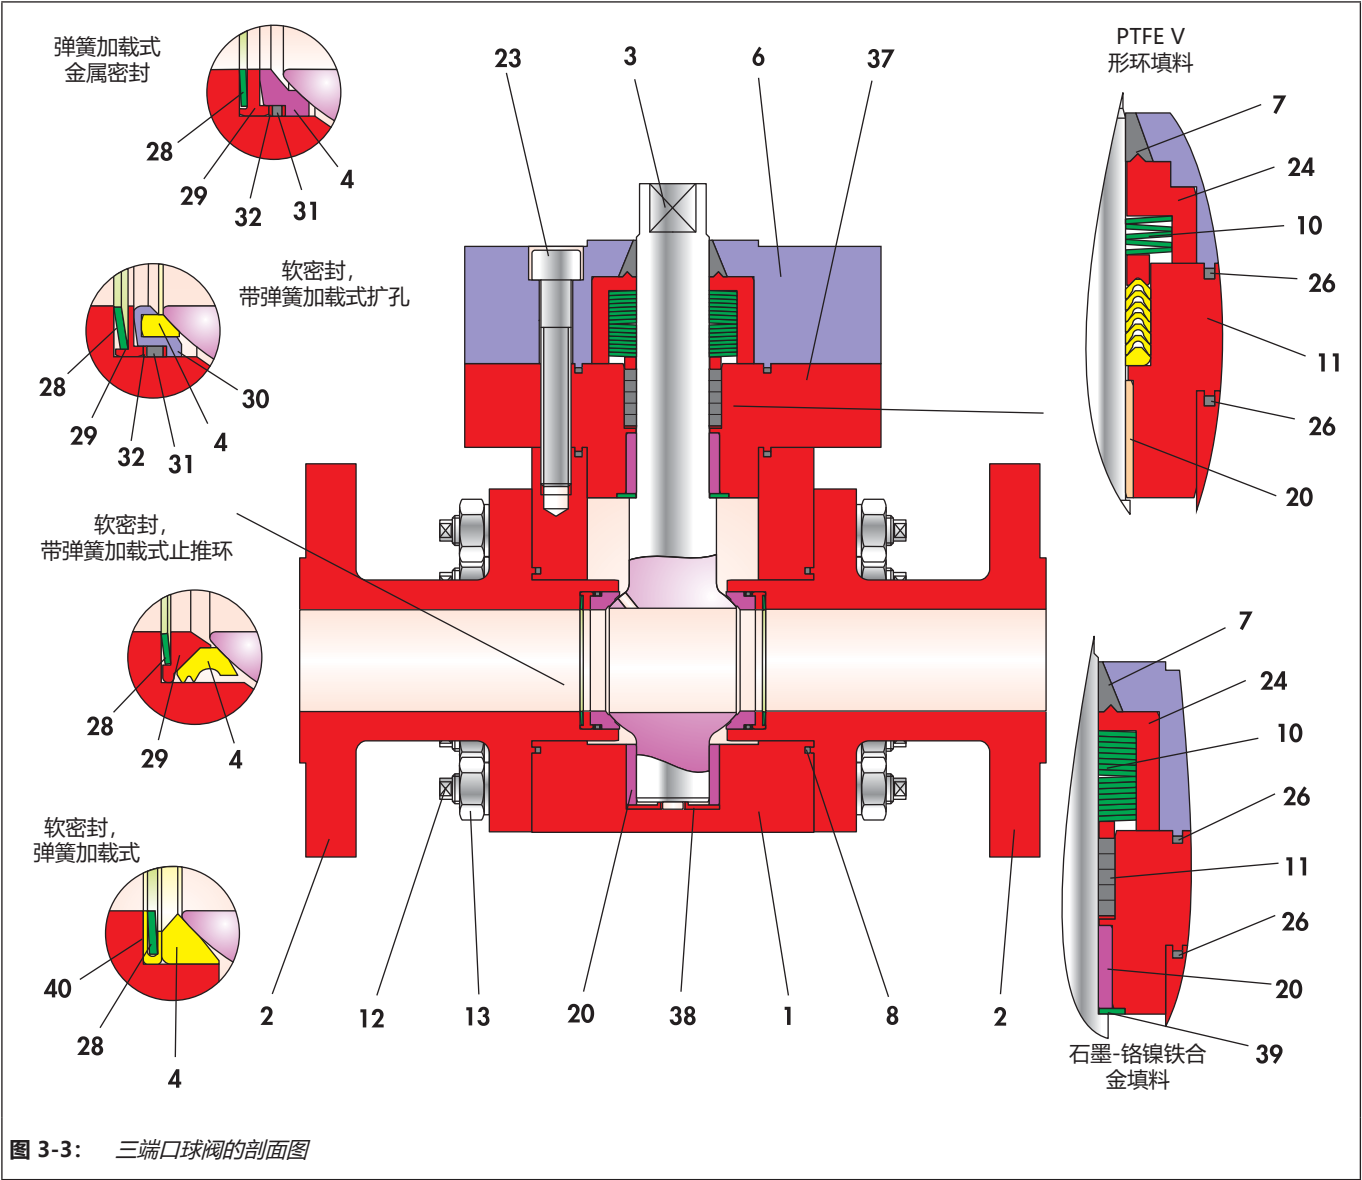

图 3-3： 三端口球阀的剖面图
在组装期间必须遵守图 3-3 中所示各个部件的位置和排布。
以轻微旋转运动推动 PTFE V 形环填料 (11) 经过球阀 (3) 的阀轴，并将其插入已安装阀盖法兰 (37) 的填料位置。有关 V 形环的排布，请参见图 3-3。
- ⇒ 将阀环 (26) 插入阀盖法兰 (37)。
- ⇒ 将盘簧组 (10) 放在填料 (11) 上。有关盘簧排布，请参见图 3-3。
- ⇒ 推动衬套 (24) 经过球阀 (3) 的阀轴，以使其停靠在盘簧 (10) 和阀盖法兰 (37) 上。
- ⇒ 推动阀环 (7) 经过控制轴 (5)，直抵衬套 (24)。
- ⇒ 将填料箱法兰 (6) 穿过球阀 (3) 的阀轴，放到阀盖法兰 (37) 上。
- ⇒ 转动填料箱法兰 (6) 和阀盖法兰 (37)，以使两节段中的小孔与主阀体 (1) 中的小孔对齐。
- ⇒ 轻轻润滑螺钉 (23)。
- ⇒ 以交替方式匀力拧紧螺钉 (23) 穿过填料箱填料和阀盖法兰中的小孔并进入主阀体。